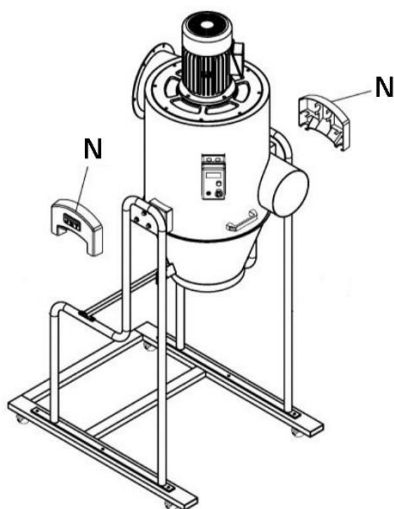

Abbildung 7
8. Die seitliche Abdeckung (N) am linken und am rechten Ständer anbringen. Siehe Abbildung 7.